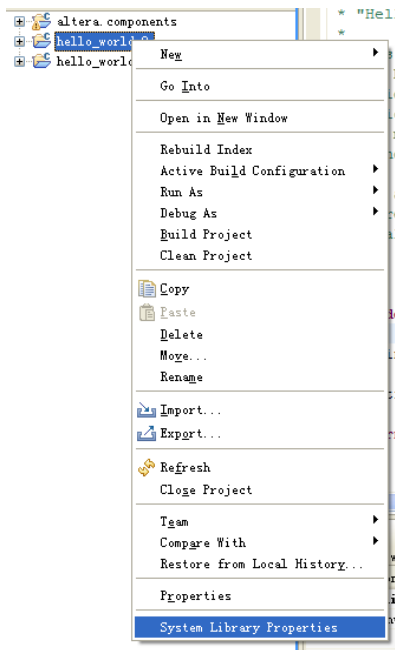

图 6-14 选择 System Library Properties
鼠标对准随后出现的 hello_world_0.c 工程项目处，右击选择 System Library Properties（位于最下面的选择项），如图 6-14 所示。
23. 参看图 6-14 倒数第 2 项。